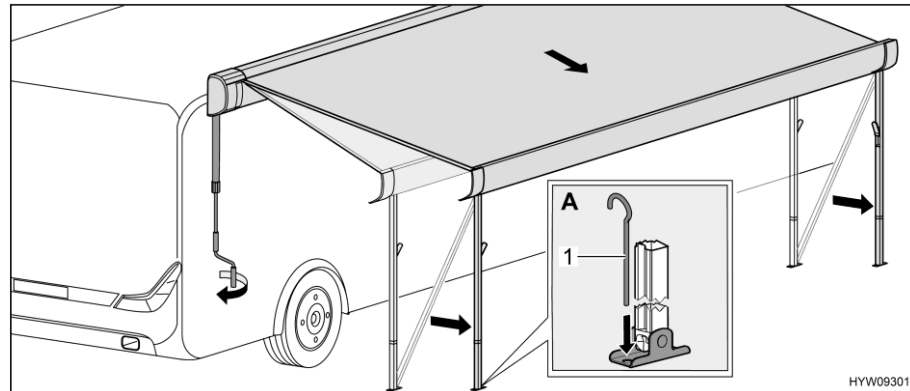

Bild 27 Markise in Endstellung bringen
- Stützfüße mit Heringen (Bild 27,1) am Boden befestigen (Bild 27,A).